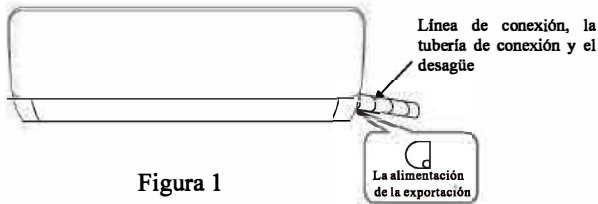

Figura 1
1. De acuerdo con la posición relativa del cuerpo de la máquina, pueden elegir que la línea de tubería sale desde izquierda hasta derecha (figura 1) o sale verticalmente detrás del cuerpo de la máquina (figura 2) (la forma concreta de la tubería de salida necesita determinarse de acuerdo con la longitud de tubería de la máquina). La tubería de salida desde izquierda hasta derecha se necesita cotar la alimentación de la exportación correspondiente.